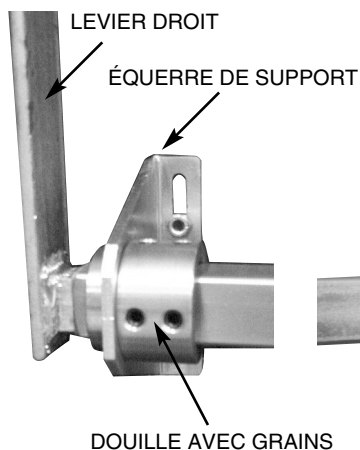

Fig. 7
- Au moyen des rivets, fixer les ÉQUERRES DE SUPPORT, conformément aux figures 7 et 10, en veillant à ce qu'elles soient parfaitement alignées avec l'arbre de l'électro-réducteur.